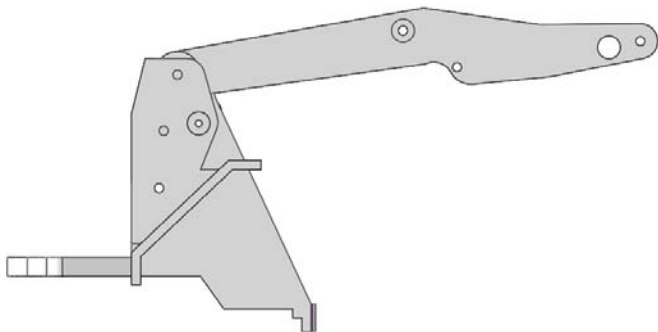

图 13-272 放置“连接件”
(2) 定位连接件。单击“开始装配体”属性管理器中的“浏览”按钮，系统弹出“打开”对话框，选择已创建的“连接件”装配体文件，这时对话框的浏览区中将显示零件的预览结果。在“打开”对话框中单击“打开”按钮，系统进入装配界面，光标变为 Ⓜ 形状，在左侧“开始装配体”属性管理器中，单击 ✓ （确定）按钮，将“连接件”放入装配界面中，如图 13-272 所示。